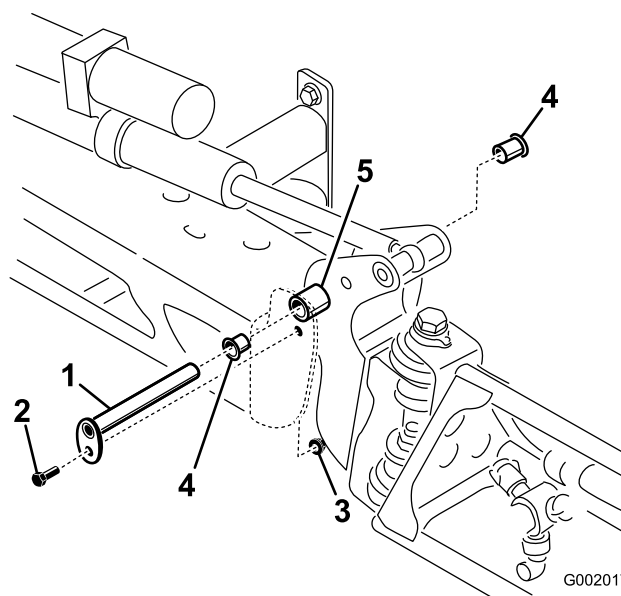

Bild 54
3. Wenn das Gewicht des Auslegers abgestützt ist, nehmen Sie die Schraube und die Mutter ab, mit denen der Lagerbolzen am Ausleger befestigt ist (Bild 54). Nehmen Sie den Lagerbolzen ab.
5. Nehmen Sie die Nylonschwenkbüchsen vorne und hinten an der Schwenkhalterung ab und prüfen Sie sie (Bild 54). Ersetzen Sie beschädigte Büchsen.
7. Montieren Sie den Ausleger und die Schwenkhalterung im mittleren Rahmen und richten Sie die Öffnungen aus (Bild 54).